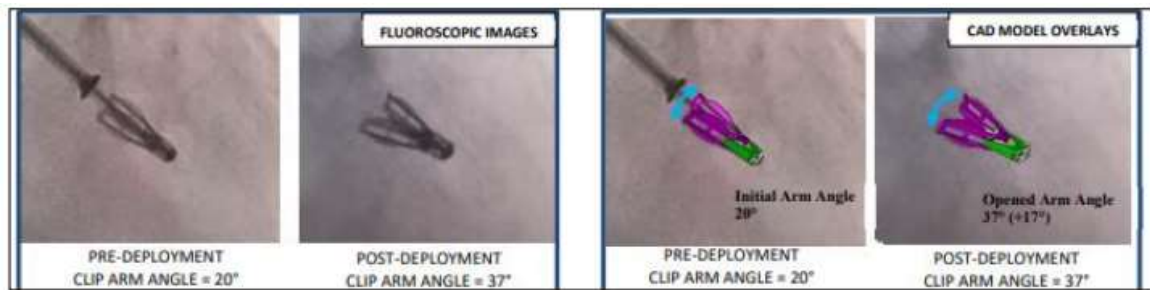

Figura 1: Imagen fluoroscópica de la apertura de un Clip mientras está bloqueado (COWL) en la liberación (izquierda) con un modelo CAD superpuesto (derecha).
- COWL se describe cuando el ángulo del brazo del Clip aumenta después de la liberación. En estos casos, los usuarios perciben una alteración en el seguro, resultando en un aumento del ángulo de los brazos del clip superior a 10 grados en relación al ángulo observado en la liberación. Este cambio en el ángulo del brazo después de la liberación puede ser identificado por fluoroscopia (vea un ejemplo en el Apéndice 1, Figura 1).